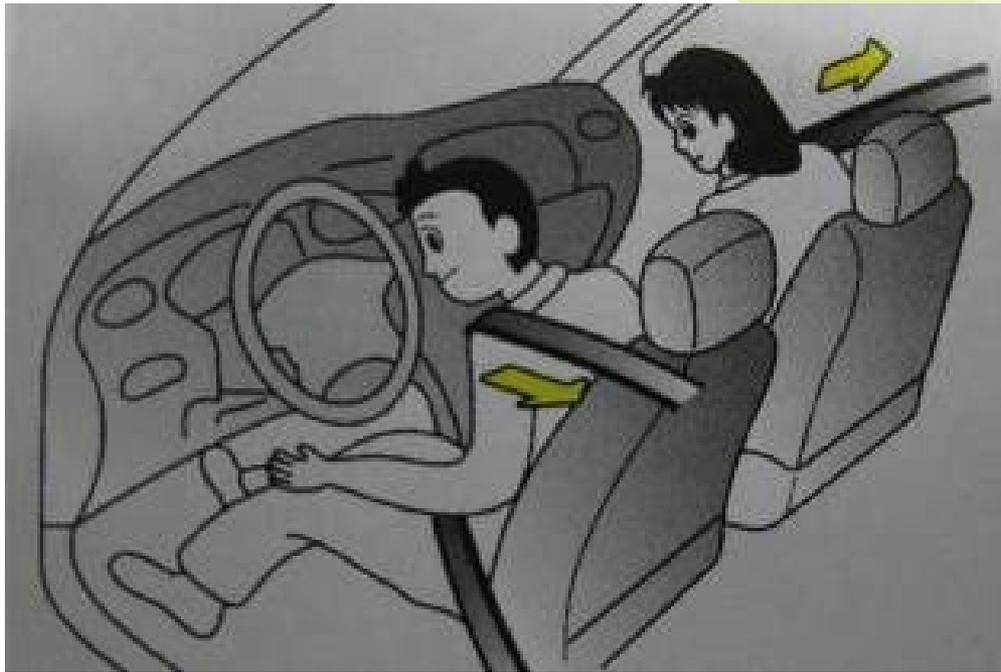

图6-78 安全带功能
- ❖ 安全带是车辆重要的被动安全装置之一，与安全气囊配合使用可以最大限度地降低对人员的伤害。当突然刹车或发生碰撞时，由于具有很强的惯性力，乘员身体向前移动，此时安全带可以适当地把乘员固定在座椅上，避免乘员碰到前方的方向盘或挡风玻璃，甚至被抛出车外，如图6-78所示。